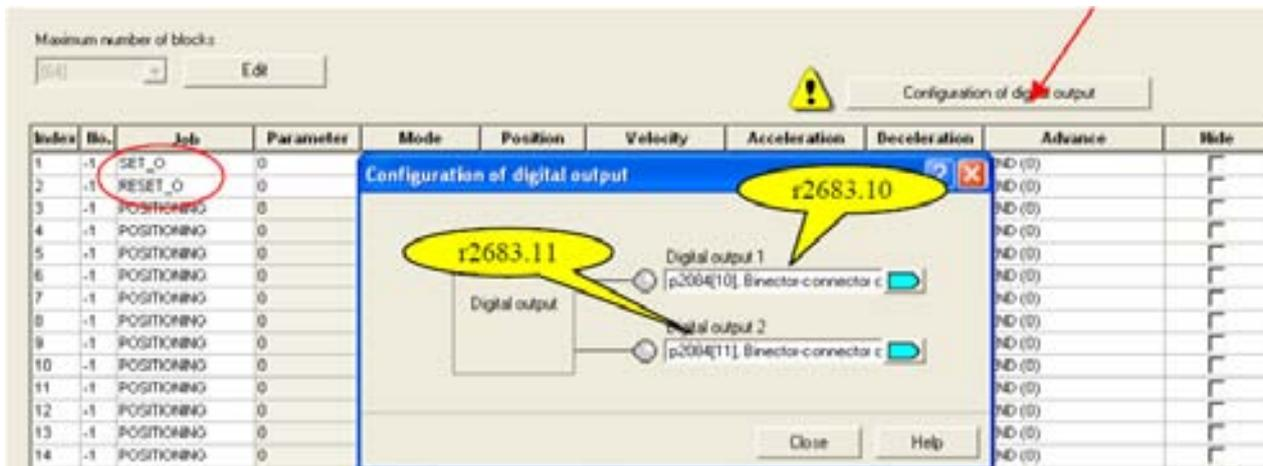
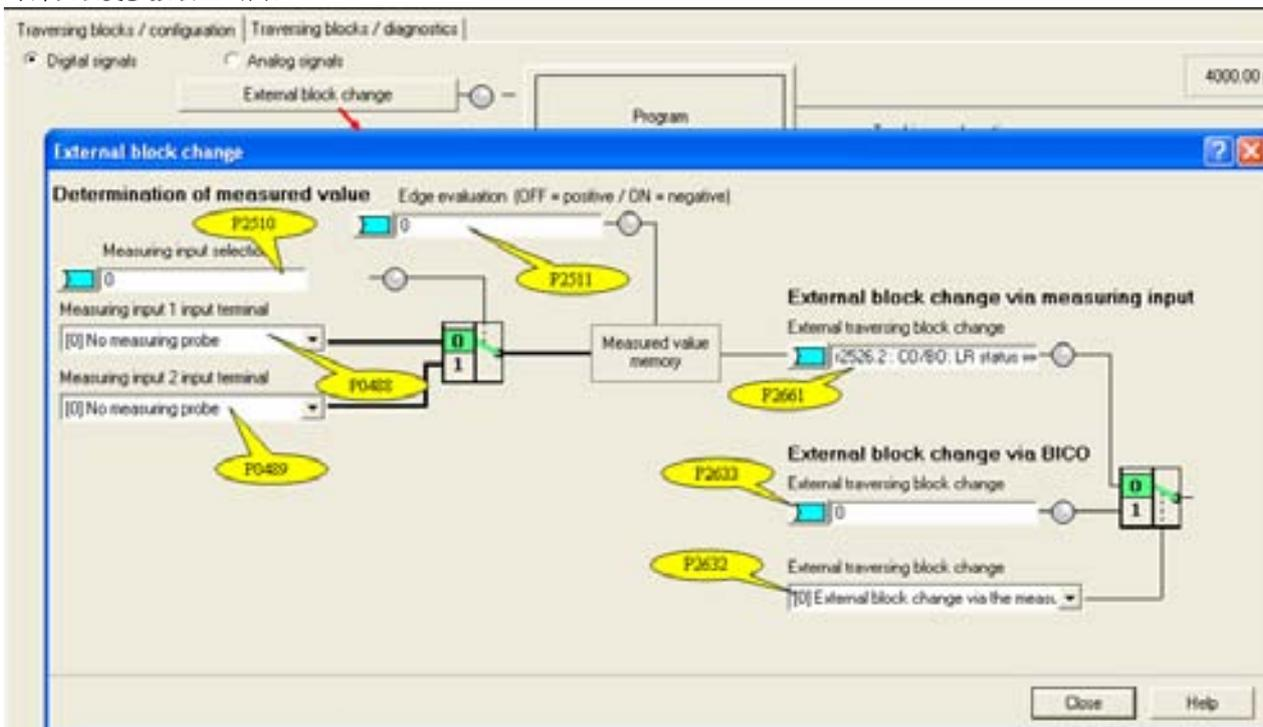

图 78. 输入 / 输出设置
图 79. 外部块改变的参数设置
- 任务 8 (RESET\_O)：复位输出（r2683.10&r2683.11），如图 78 所示。
- (3) p2622(Parameter)：依赖于不同的 Job，对应不同的 Job 有不同的含义。
- (4) P2623.8/9 (Mode)：定义定位方式，绝对还是相对模式，仅当任务 (Job) 为位置方式 (Position) 时有效。
- (5) p2617(Position)：设定运动的位置给定。
- (6) p2618(Velocity)：设定运动的速度给定。
- (7) p2619(Acceleration)：指定运动的加速度。
- (8) p2620(Deceleration)：指定运动的减速度。
- (9) P2623[x].4/5/6：选择本任务的结束方式，共有六种结束方式：
- 方式 4 (CONTINUE\_EXTERNAL)：与方式 3 基本相同，但可以通过外部信号直接切换到下一个任务。如图 79 所示：如果选择 p2632=1，在激活 p2633 上升沿之后，则轴会从当前任务直接跳转到下一个任务；如果选择 p2632=0(external block change via the measuring input)，则 measuring input 信号有效之后，轴从当前任务直接跳转到下一个任务，同时将当前的实际位置值（r2521）记入到 r2523 中。
- (10) P2623[x].0 (Hide)：跳过本程序步不执行该任务，如果选择的程序步已经激活了 Hide 功能，则会触发报警 A7462 (Selected traversing block number does not exist)。